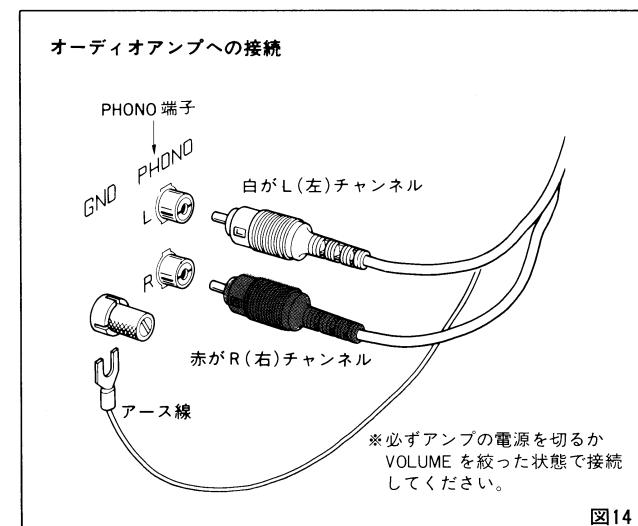

図14
1. キャビネット背面から出ている出力コードを、オーディオアンプのPHONO端子に接続します。このとき、L・Rを間違えないようにしてください。白がL(左)チャンネルで、赤がR(右)チャンネルです。(図14)
2. 出力コードから出ている黒のアーム線を、オーディオアンプのGND(アース)端子に接続します。アンプによってはアース線を接続しない方がハム雑音に対してよい結果を得ることがありますので、このような場合にはハム雑音の少ない方を選んでください。(図14)